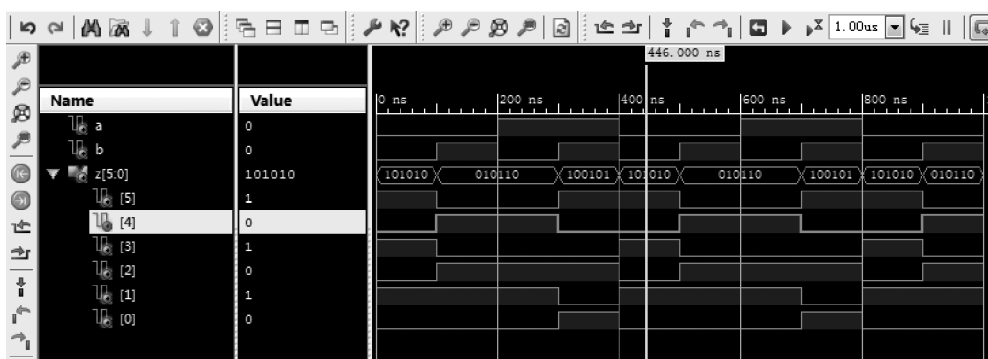

图 3.44 仿真波形界面 3
(6) 展开图 3.43 内的 $z[5:0]$, 出现如图 3.44 所示的波形界面。